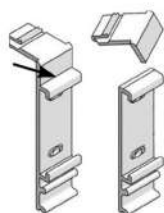

рис. 2
1. Отломать от накладных регулируемых кронштейнов верхнюю часть (рис.2).